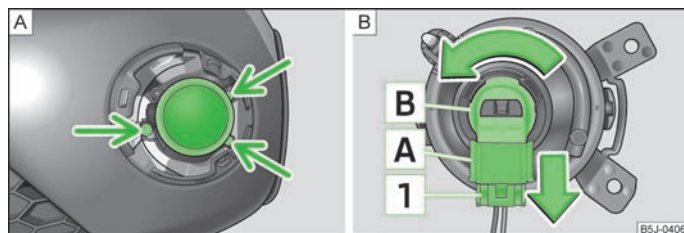

Abb. 152 Vorderer Stoßfänger: Nebelscheinwerfer / Nebelscheinwerfer: Glühlampe wechseln
- › Mit dem Schraubendreher » Seite 166, *Bordwerkzeug* die Schrauben » Abb. 152 - **A** herausdrehen.
- Die Sicherung **1** » Abb. 152 des Steckers **A** drücken und den Stecker aus der Fassung **B** herausziehen.